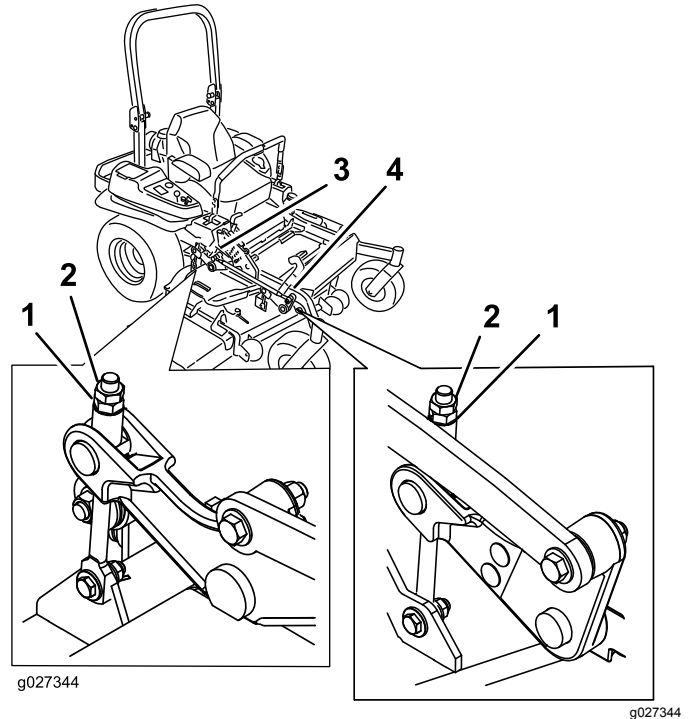

Figura 92
10. Gire la tuerca de ajuste del conjunto de elevación de la carcasa delantera para modificar la altura (Figura 92).
16. Gire el tornillo de ajuste hasta obtener una altura de 8.3 cm ($3\frac{1}{4}$ ") (Figura 92).